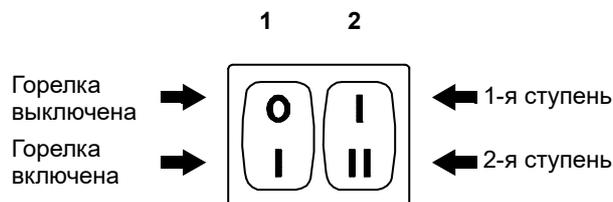

Рис. 27
- Выключатель 1) (Рис. 27) в положение **«ГОРЕЛКА ВКЛЮЧЕНА»**.
- Переключатель 2) (Рис. 27) в положение **«1 СТУПЕНЬ»**.
Согласно вышеописанной информации горелка включена и работает на 1-й ступени. Теперь следует переместить переключатель 2) (Рис.27) в положение 2-й ступени: сервопривод откроет воздушную заслонку, а вместе с ней и дроссельный газовый клапан на 90°.
Установите переключатель 2) (Рис. 27 на стр. 22) в положение 1-й ступени: сервопривод 1) (Рис. 28) закроет воздушную заслонку, а вместе с ней и дроссельный газовый клапан до 15°, то есть до угла, заданного на заводе.
- Если его нужно повысить, переключитесь на 2-ю ступень при помощи переключателя 2) (Рис. 27 на стр. 22) и немного увеличьте угол оранжевого кулачка небольшими последовательными перемещениями, то есть перейдите с угла 15° на 17°, 19° и т. д.
Выключите горелку при помощи переключателя 1) (Рис. 27 на стр. 22) и при помощи промежуточных винтов кулачка отрегулируйте его плавный наклон.